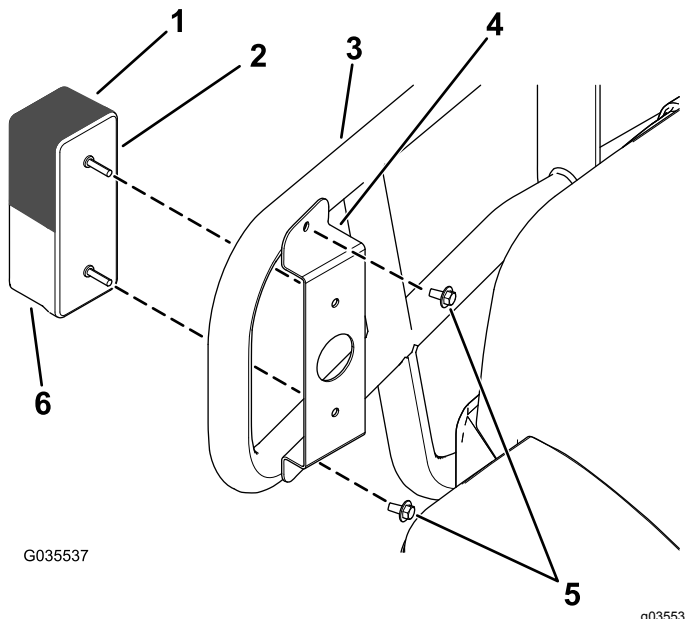

图3
2. 如图3所示使用前支架和先前卸下的 2 个自攻螺丝 1/4 x 1/2 英寸将前位置/信号灯安装到钢丝刷保护器。
注意 确保将琥珀色玻璃信号灯置于透明玻璃位置灯的顶部图3。